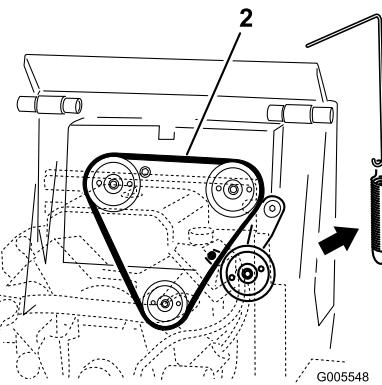

Figure 44
4. Enlevez le ressort de poulie de l'ensemble poulie de tension (Figure 44).
6. Placez une courroie d' entraînement neuve sur les trois poulies (Figure 44).